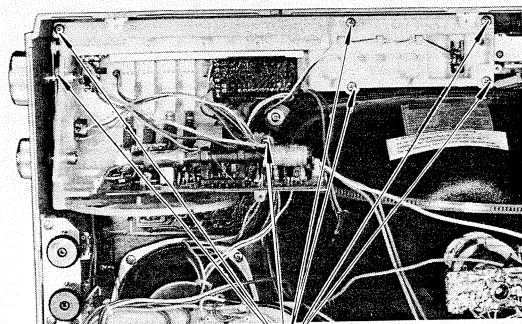

Fig. 2 Abb. 2
2. Remove 7 screws (B) as shown in Fig. 2.
2. Die in Abb. 2 gezeigten 7 Schrauben (B) entfernen.